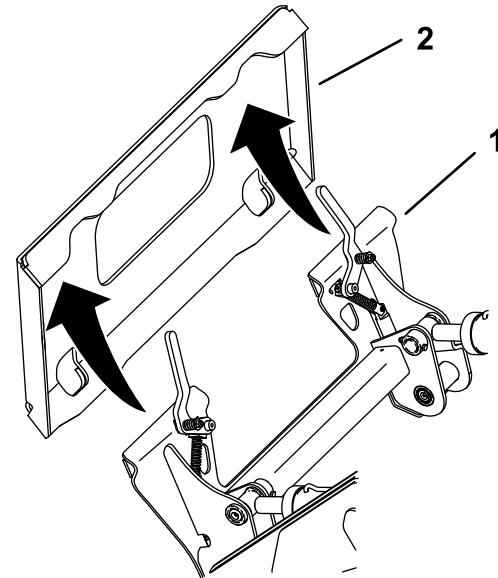

Figura 55
5. Posicione a placa de montagem na borda superior da placa do recetor do acessório (Figura 55).